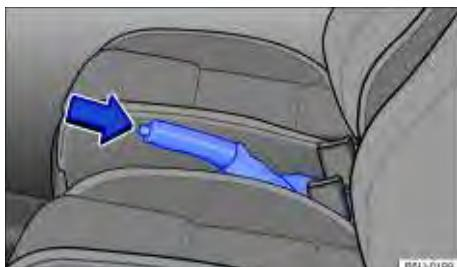

Fig. 108 Entre os bancos dianteiros: freio de estacionamento
- Puxar a alavanca do freio de estacionamento para cima com o botão bloqueador pressionado ⇒ Fig. 108 (seta).
- Puxar a alavanca do freio de estacionamento um pouco para cima e pressionar o botão bloqueador ⇒ Fig. 108 (seta).